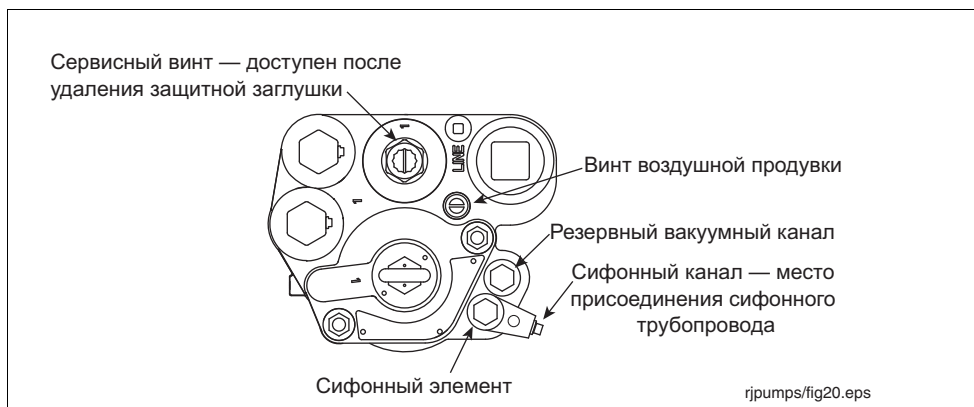

Рис. 20. Сифонные каналы
2. Снимите и отложите защитную заглушку сервисного винта и поверните его по часовой стрелке (см. рис. 20). Когда винт приблизится к нижнему положению, начнется сброс давления из системы (это можно определить на слух). Продолжайте вращать винт до упора. После того как винт дойдет вниз до упора, отверните его на 4 оборота, чтобы открыть обратный клапан и дать топливу стечь из полостей манифольда.
3. Выньте из манифольда заглушку одного из сифонных каналов (см. рис. 20).
9. Поверните винт воздушной продувки на 2–3 оборота против часовой стрелки (см. рис. 20).